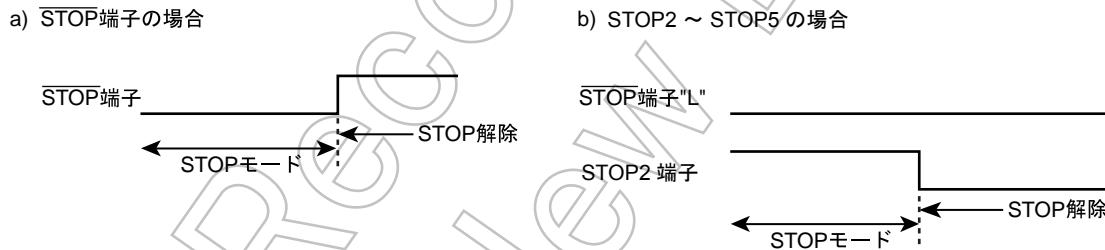

図 14-3 STOP 端子と STOP2～STOP5 端子の優先順位
- 注 6) STOP2～STOP5 入力によって STOP モードを解除する (“L” レベル) 場合は、STOP モード中 STOP 端子を必ず “L” レベルに固定してください。(図 14-3)